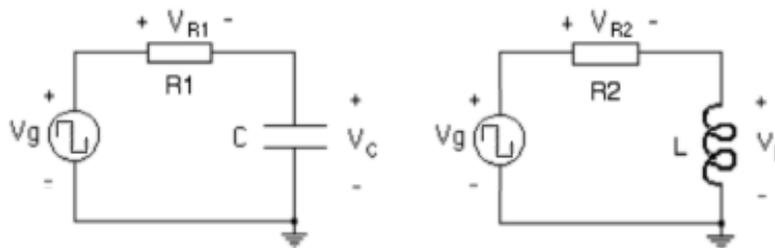

Figura 1.- Circuitos RC y RL para medir la constante de tiempo.
- 6.- Realice la simulación TRANSIENT en SPICE de los circuitos mostrados en la Figura 1 aplicando una fuente de señal cuadrada **Vpulse**, con los valores dados en el Pre-laboratorio y considerando que el voltaje inicial en el condensador y la corriente inicial en el inductor son cero. El objetivo de la simulación es observar la respuesta transitoria, por lo tanto debe seleccionar cuidadosamente el valor máximo del eje de tiempo, para poder calcular sobre cada gráfica la constante de tiempo correspondiente.
- 13.- Monte el circuito de la Figura 1.a con los valores indicados en el Prelaboratorio, aplicando primero una señal sinusoidal, y realice la medición del ángulo de desfase  $\alpha$  entre el voltaje de la fuente  $V_g$  y el del condensador  $V_C$ , utilizando inicialmente la base de tiempo y luego aplicando la presentación XY y utilizando la Figura de Lissajous básica. Realice también la medición del ángulo de desfase  $\beta$  entre el voltaje en el condensador  $V_C$  y el voltaje en la resistencia  $V_R$  utilizando ambos procedimientos. Recuerde que para realizar esta segunda medición **el osciloscopio debe estar flotando**. Tome en cuenta todas las recomendaciones presentadas en la Práctica N° 5 sobre mediciones de desfase.
14.- Monte el circuito de la Figura 1.b con los valores indicados por su profesor y realice la medición del ángulo de desfase  $\delta$  entre el voltaje de la fuente  $V_g$  y el del inductor  $V_L$ , utilizando inicialmente la base de tiempo y luego aplicando la presentación XY y utilizando la Figura de Lissajous básica. Realice también la medición del ángulo de desfase  $\epsilon$  entre el voltaje en el inductor  $V_L$  y el voltaje en la resistencia  $V_R$  utilizando ambos procedimientos. Recuerde que para realizar esta medición **el osciloscopio debe estar flotando**.
15.- Para completar las mediciones sobre los circuitos RC, monte el circuito de la Figura 1.a con los valores indicados por su profesor, aplique una señal cuadrada entre 0 y 5V, seleccionando cuidadosamente la frecuencia para ver la respuesta transitoria y determine la constante de tiempo del circuito RC ( $\tau = RC$ ). Al igual que cuando se realizó la simulación es SPICE, la idea es tener una señal cuadrada de valor máximo 5V y valor mínimo 0V, cuyo semiperíodo, es decir el tiempo en el que la señal permanece en el valor máximo, sea unas 8 veces la **constante de tiempo** del circuito correspondiente (la cual se debe determinar a partir de los valores de los componentes utilizados). La calibración del eje horizontal debe seleccionarse de forma que puedan observarse uno o dos periodos completos de la señal cuadrada. Utilice los cursores de amplitud para medir el voltaje máximo sobre el condensador y determinar el punto donde el voltaje es 0,632Vmax. Luego utilice los cursores de tiempo para determinar el intervalo que corresponde a la constante de tiempo.
16.- Para completar las mediciones sobre los circuitos RL, monte el circuito de la Figura 1.b con los valores indicados por su profesor, aplique una señal cuadrada entre 0 y 5V, seleccionando cuidadosamente la frecuencia para ver la respuesta transitoria y determine la constante de tiempo del circuito RL ( $\tau = L/R$ ). Apliquen las mismas indicaciones que en el punto anterior. Utilice los cursores de amplitud para medir el voltaje máximo sobre el inductor y determinar el punto donde el voltaje es 0,368Vmax. Luego utilice los cursores de tiempo para determinar el intervalo que corresponde a la constante de tiempo.
18.- Seleccione en el generador de funciones una señal sinusoidal de magnitud 10 Vpico y frecuencia alrededor de 300Hz, mida estos valores con el osciloscopio y registre dichos valores en la siguiente tabla. Aplique dicha señal a su circuito y conecte ahora las puntas de prueba de su osciloscopio de la manera indicada en la Figura 1.a. **Recuerde que el osciloscopio DEBE ESTAR FLOTANDO.** Como primer paso, observe las señales en ambos canales simultáneamente, utilizando la base de tiempo del osciloscopio. Observe que, de acuerdo con la convención utilizada generalmente, la polaridad de la señal del canal CHX es positiva, mientras que la señal del canal CHY es negativa. Active el control de inversión de esta señal en el osciloscopio para tener ambas señales con polaridad positiva. Mida el voltaje pico de dichas señales y regístrelo en la siguiente tabla.
23.- Como en el caso anterior, seleccione en el generador de funciones una señal sinusoidal de magnitud 10 Vpico y frecuencia alrededor de 300Hz. Aplique dicha señal a su circuito y conecte ahora las puntas de prueba de su osciloscopio digital de la manera indicada en la Figura 1.b. **Recuerde que el osciloscopio DEBE ESTAR FLOTANDO.** Como primer paso, observe las señales en ambos canales simultáneamente, utilizando la base de tiempo del osciloscopio. Ahora tiene en la pantalla señales periódicas, pero no sinusoidales. Invierta el canal CHY en el osciloscopio para tener ambas señales con polaridad positiva. Mida el voltaje pico de dichas señales y regístrelo en la siguiente tabla.